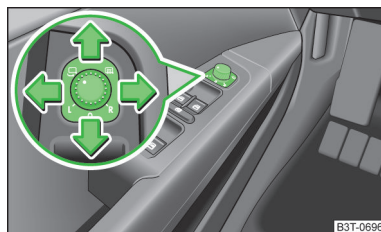

Fig. 50
- Placer le bouton rotatif sur la position  » fig. 50.
- Placer le bouton rotatif dans la position L ou, sur les véhicules équipés de la direction à droite, sur la position R » fig. 50. Le mouvement de la surface des rétroviseurs est identique à celui du bouton rotatif.
- Placer le bouton rotatif dans la position R ou, sur les véhicules équipés de la direction à droite, sur la position L » fig. 50. Le mouvement de la surface des rétroviseurs est identique à celui du bouton rotatif.
- Placer le bouton rotatif sur la position 0 » fig. 50.
Sur les véhicules équipés de la fonction de mémorisation pour le siège du conducteur » page 70, la surface du rétroviseur s'incline légèrement vers le bas lorsque la marche arrière est enclenchée et que le bouton de réglage est positionné sur **R**, ou, sur les véhicules équipés de la direction à droite, sur **L** » fig. 50. Ceci afin de bien voir le bord du trottoir en se garant.